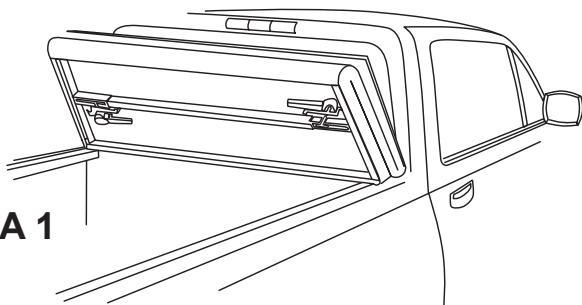

FIGURA 1
1. Coloque la cubierta en la parte superior de la caja de carga del pickup. Consulte la Figura 1.